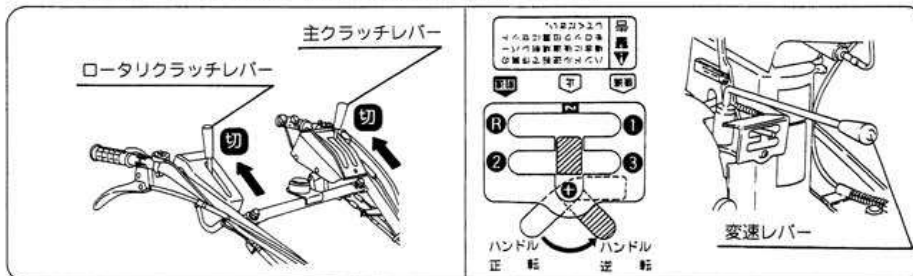

図10
- ① 主クラッチレバーは〔切〕位置に、ロータリクラッチレバーは〔切〕位置に、変速レバーは〔止(N)〕位置にしてください。(図10)